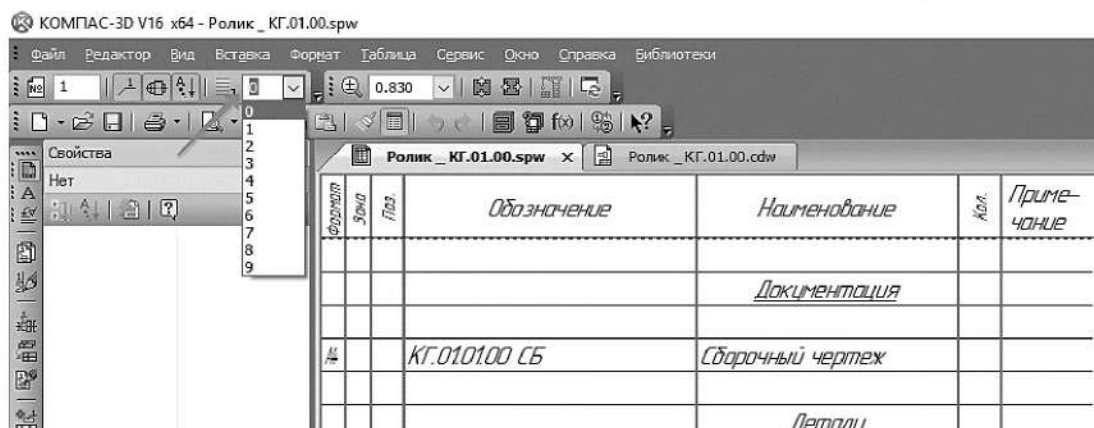

Рисунок 4.67. Установка количества резервных строк
3.6.8 Можно сократить количество резервных строк в каждом из разделов (по умолчанию две строки). Для этого раскройте список Количество резервных строк на панели Текущее состояние и укажите нужное значение, например, 0. Отказаться от пустой строки в конце раздела невозможно – ее наличие оговорено стандартом (рисунок 4.67).